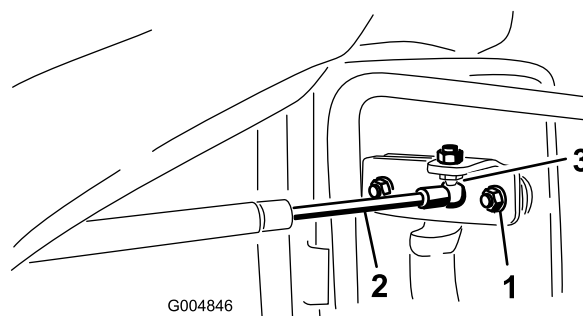

Figura 62
1. Retire los clips que sujetan el alojamiento de la varilla de cierre de la puerta a la bola del soporte de la puerta (Figura 62).